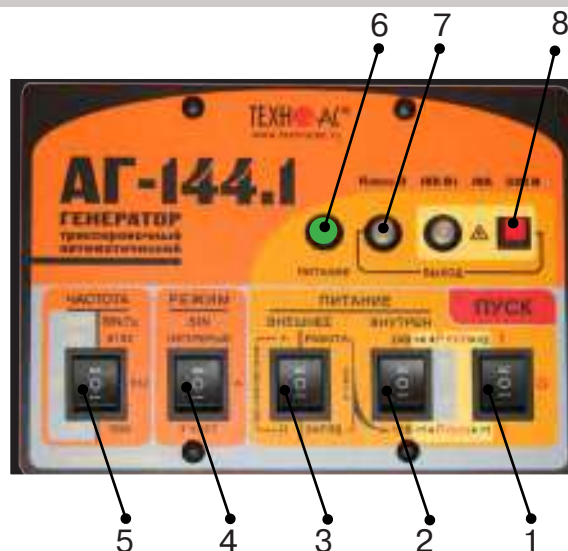

рис. 4.3
Включить питание клавишей включения питания поз.1 **рис.4.3** в одно из положений «I», в зависимости от выбираемой мощности. При свечении индикатора «Питание» поз.6 желтым цветом следует зарядить внутренние аккумуляторы, свечение зеленым цветом - можно приступать к работе.
1) Открыть крышку. Выбрать переключателем «ЧАСТОТА» поз. 5 **рис.4.3** необходимую частоту синусоидальной генерации (512 / 1024 / 8192Гц).
2) Выбрать переключателем «РЕЖИМ SIN» поз. 4 **рис.4.3** необходимый вид синусоидальной генерации (непрерыв//Зчаст).
Переключатель поз.3 **рис.4.3** установить в положение «работа».
Переключателем напряжения внутреннего питания поз.2. **рис.4.3** установить первый коэффициент выбора мощности генерации.
4) Включить питание клавишей включения питания поз.1 **рис.4.3** в положение соответствующее второму коэффициенту выбора мощности
5) Начнется генерация и автосогласование с постепенным возрастанием напряжения на выходе. Здесь следует наблюдать за цветом индикатора «ВЫХОД» поз.7 **рис.4.3**. Если автосогласование закончилось зеленым свечением – заданная мощность достигнута. Если желтым – сопротивление нагрузки слишком велико для заданной мощности при выходном напряжении ограниченном «по умолчанию» на «безопасном» уровне 24 В.
Для запуска «неограниченного» режима следует включить питание (переключателем «ПУСК») при нажатой красной кнопке «» поз.8 **рис.4.3** и удерживать ее до засвечивания красного индикатора «». Мигание этого индикатора обозначает потенциальную «опасность». Непрерывное свечение обозначает реальное наличие на выходе напряжения ≥ 24 В.
1) Выключить питание генератора клавишей включения питания поз.1 **рис.4.3**, установив ее в положение «0».